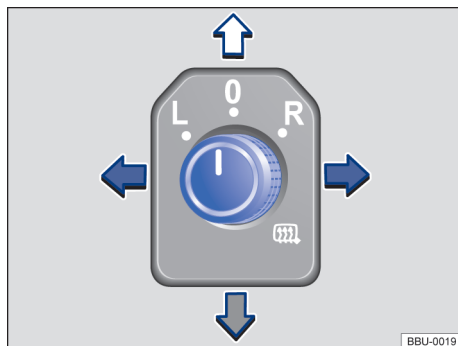

Fig. 98 Na porta do condutor: botão rotativo dos espelhos retrovisores externos.
- Gire o botão rotativo situado na porta do condutor até o símbolo desejado → Fig. 98.